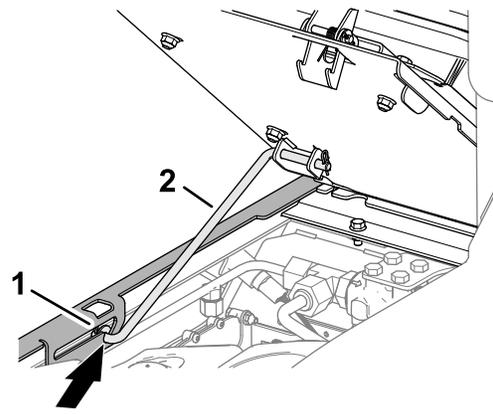

Figura 64
3. Assicuratevi che l'asta di sostegno anteriore sia collocata nel fermo dell'asola della piastra della guida dell'asta (Figura 64).